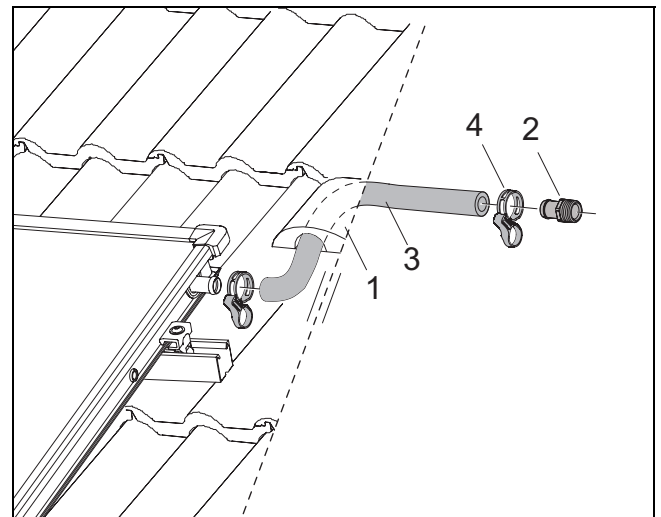

Fig. 48 Montarea țevii pentru tur (fără aerisitor pe acoperiș)
- ▶ Împingeți furtunul solar pe capătul furtunului (Fig. 48, [2]) până se oprește și fixați-l cu brida cu bandă elastică.
- ▶ Racordați canalul colector la capătul furtunului R¼ cu presetupă de fixare (18 mm) (Fig. 48, [2]). Procedați în același mod și în cazul conexiunii pentru retur.
- ▶ Împingeți furtunul solar (1000 mm, Fig. 48, [3]) pe țeava pentru tur a câmpului de panouri și fixați-l cu brida cu bandă elastică (Fig. 48, [4]).